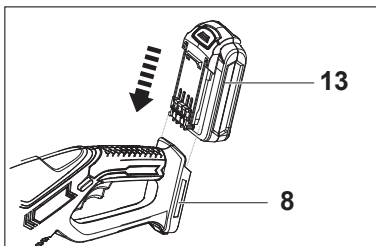

Fig. 2
1. Alignez le bloc batterie [13] aux fentes coulissantes du socle [8] de la batterie et faites glisser le bloc batterie dedans pour le fixer. Assurez-vous qu'il s'enclenche bien en place (Fig. 2).